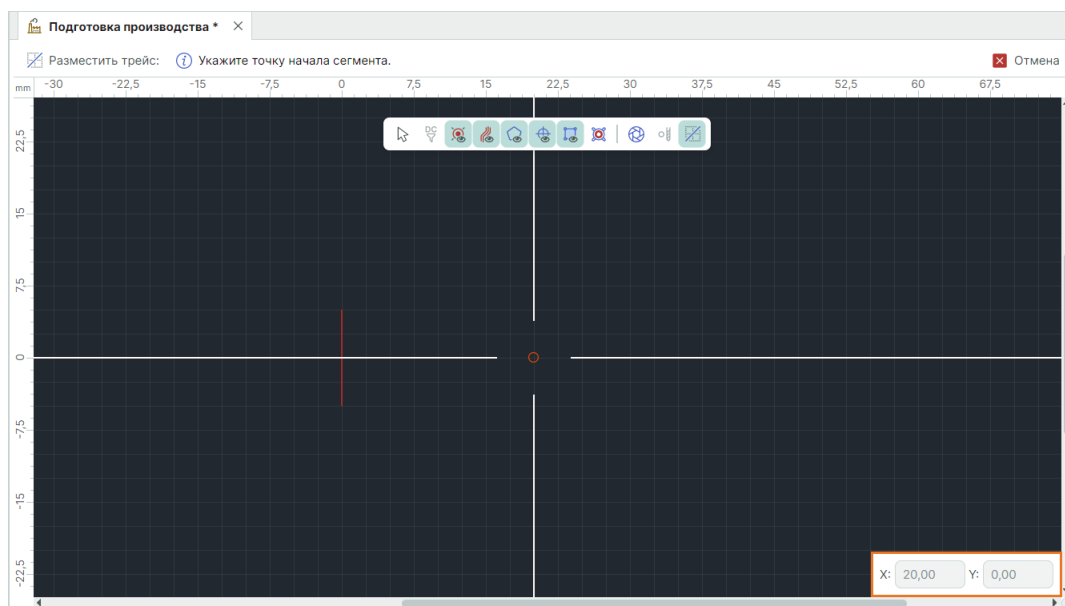

Рис. 241 Ввод координат и перемещение курсора
3. В поля «X» и «Y» введите требуемые координаты. После ввода координат курсор мыши автоматически переместится в заданную позицию (на рисунке для наглядности включено отображение направляющих линий), см. Рис. 241.